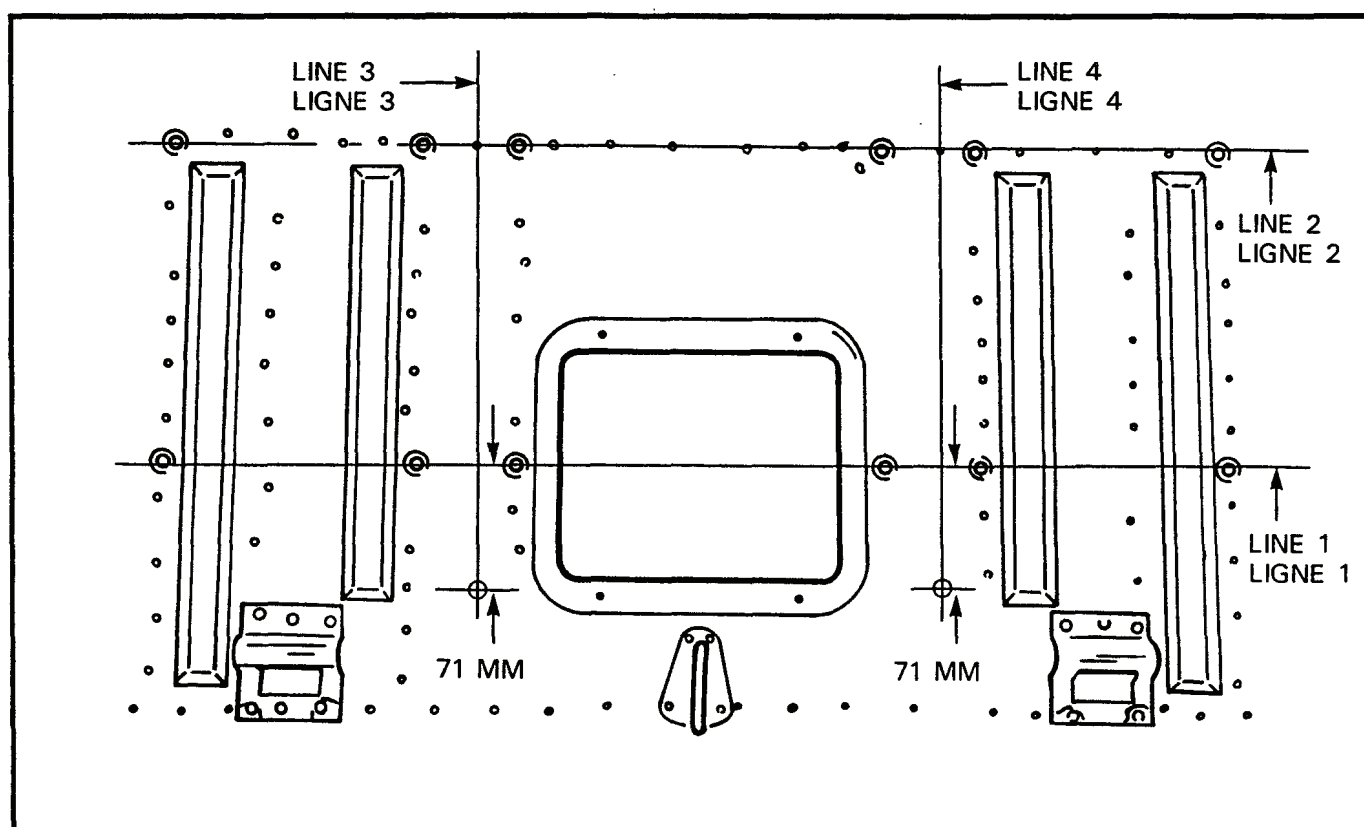

Figure 6-2-11 Location of Rear Body Mounting Bolts
93. **Removal** — The heads of the two rear body mounting bolts are welded to the body. To remove these bolts, see Figure 6-2-11 and proceed as follows:
93. **Dépose** — La tête des deux boulons de fixation de l'arrière de la carrosserie est soudée à la carrosserie. Pour enlever ces boulons, voir figure 6-2-11, et procéder comme suit: